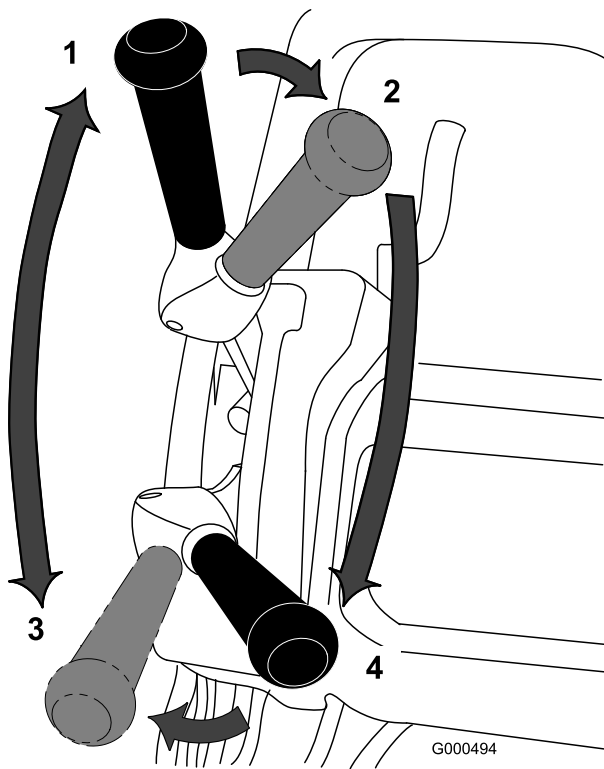

図 26
1. エンジンを始動、スロットルを下げ、ハンドルを押し下げてカッティングユニットを上げ、オペレータコントロールを握り、走行レバーを「入」にセットして、グリーンのカラー縁に入る図 26。
2. 走行レバーを解除し、リールレバーを回転側に倒す図 26。
3. 走行レバーを走行に入れ、スロットルで希望の走行速度に調整しグリーン入ってリールを下ろし、刈り込み作業を始める図 26。